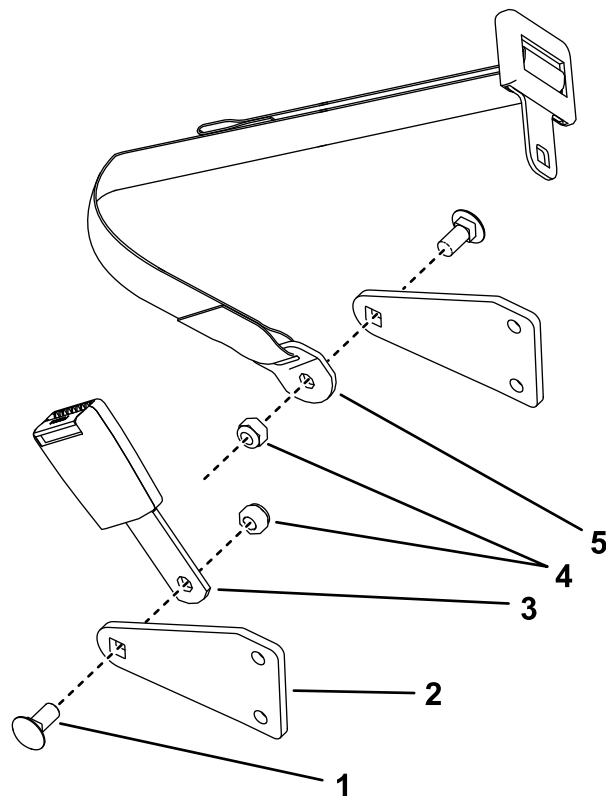

Figure 9
1. Fixez la boucle et la languette de la ceinture de sécurité à l'intérieur des supports à l'aide de 2 boulons de carrosserie (7/16" x 1") et 2 contre-écrous (7/16"), comme montré à la Figure 9.